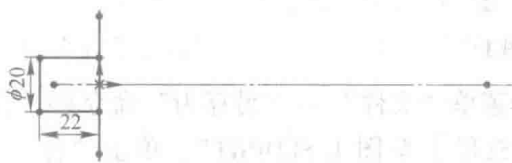

图 1-2 绘制直线和中心线
(1) 启动 SolidWorks 软件，选择菜单“文件”→“新建”命令，在弹出的新建文件对话框中选择“零件”，单击“确定”按钮，进入零件设计界面。
(2) 从特征管理器中选择“前视基准面”，单击“正视于”按钮，单击“草图绘制”按钮，进入草图绘制界面。单击“中心线”按钮，绘制一条过原点的水平中心线。单击“直线”按钮，绘制一条以原点为中心的垂直直线。绘制两条关于中心线对称、右端点位于垂直直线上、长为 22 的水平直线。再绘制一条将水平中心线左端点连接起来、长为 20 的垂直直线，如图 1-2 所示。